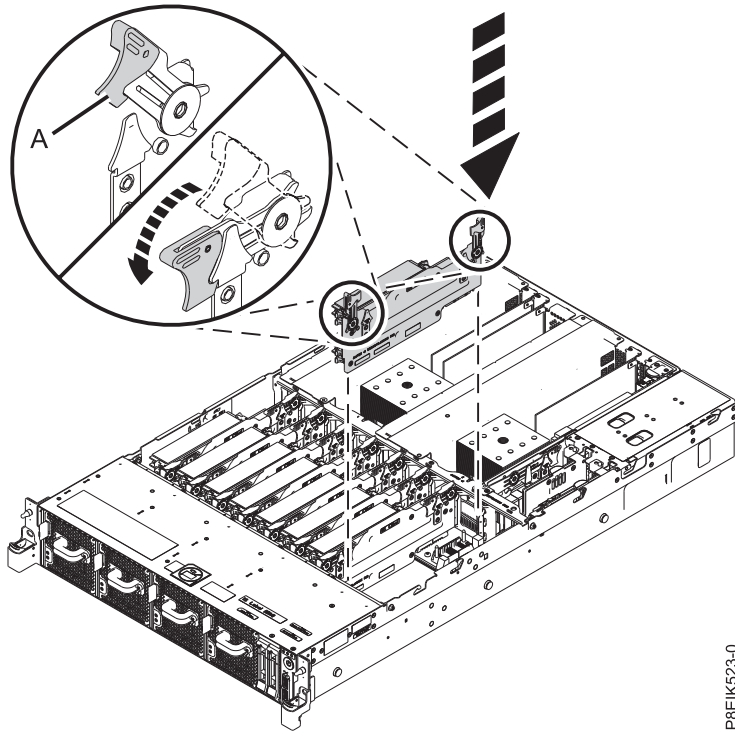

Figure 94. Remise en place d'une carte de bus mémoire dans le système
- a. Assurez-vous que les loquets sont ouverts à un angle d'environ 60 degrés, comme illustré dans la figure 94, à la page 80.
- d. Appuyez sur les loquets pour les placer en position fermée. Voir (A) dans la figure 94, à la page 80.